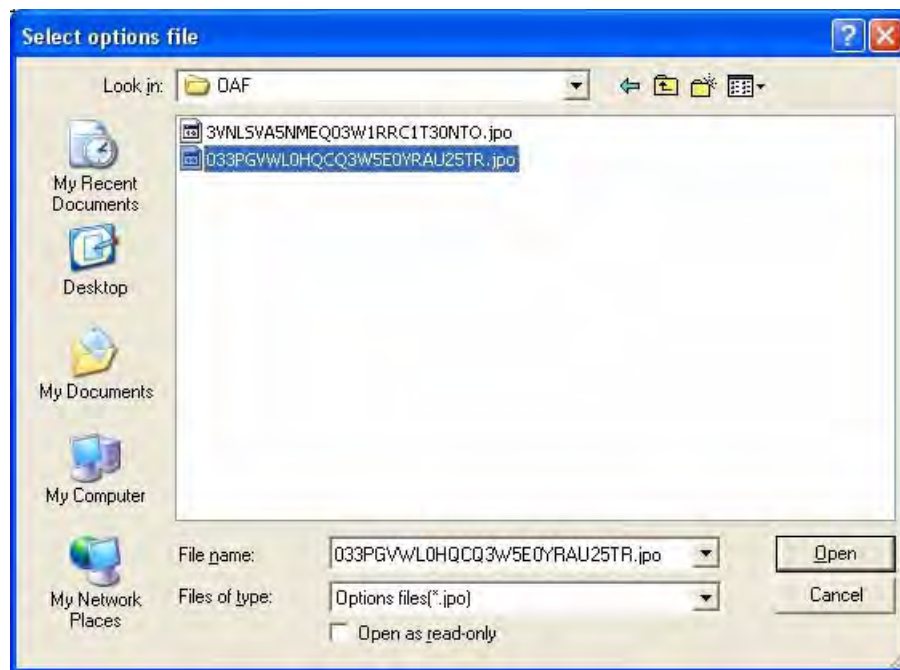

Рисунок 53. Загрузка OAF
3. Найдите папку, в которой хранится новый файл авторизации опций. Такой файл имеет расширение .jpo, и он уникален для каждого приемника (Рис. 53).